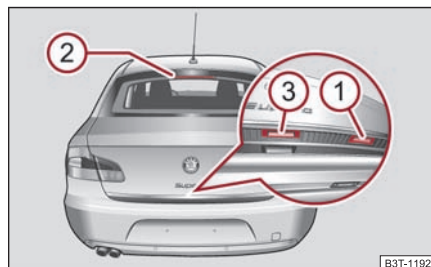

Fig. 45 Poignée de la malle arrière
- Appuyez sur la poignée ① ⇒ fig. 45 sur le bord inférieur du capot de malle arrière.
- Attendez que le feu stop ② dans la lunette arrière clignote deux fois. ▶
- Appuyez sur la poignée ③ et faites simultanément remonter la malle arrière.